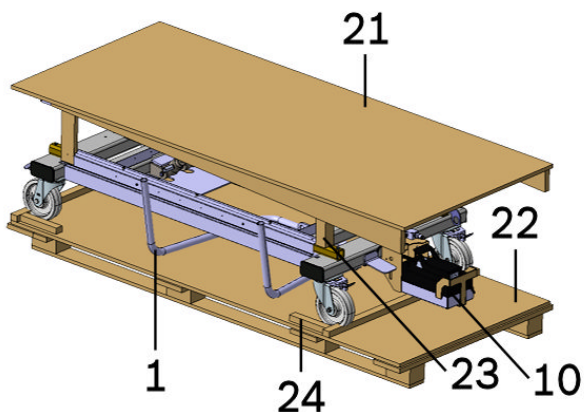

Figura 8: Mesa Elevatória de Tesoura na Palete
1. Remova as tiras de madeira (24) da frente das rodas giratórias (6) (ver Figura 8).
2. Puxe o pedal do travão (12) para cima para libertar os travões.
3. Segure a pega (1). Faça deslizar lentamente a mesa elevatória de tesoura pela rampa (21) com a ajuda de outra pessoa.
2. Remova os blocos de madeira (23) da mesa elevatória de tesoura (ver Figura 8).